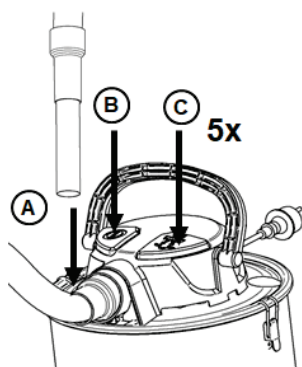

Fig. 9
L'aspirateur est équipé d'un dispositif intégré de nettoyage de filtre. Les poussières fines ainsi que la cendre peuvent facilement obstruer le filtre. Pour nettoyer le filtre et rétablir la puissance d'aspiration, procédez comme décrit sur la Fig. 9. Enfichez la buse dans le support (A) pour bloquer l'aspiration. Allumez l'appareil (B). Attendez quelques secondes, jusqu'à ce que le moteur ait atteint sa pleine vitesse et que la dépression soit au maximum. Pressez 5 fois la touche de nettoyage de filtre (C).
La puissance d'aspiration est réduite :	<ul style="list-style-type: none"> <li>- Le collecteur est éventuellement plein et doit être vidé. Voir Fig . 8</li> <li>- Le tuyau et la buse sont éventuellement obstrués et doivent être nettoyés.</li> <li>- L'un des composants susmentionnés est éventuellement endommagé et doit être remplacé.</li> <li>- Le filtre est éventuellement obstrué. Utilisez le dispositif de nettoyage de filtre (voir Fig. 9) pour nettoyer le filtre.</li> <li>- Remplacez le filtre ou assurez-vous que le filtre est installé correctement.</li> <li>- Le raccord à tuyau est lâche et doit être serré.</li> </ul>